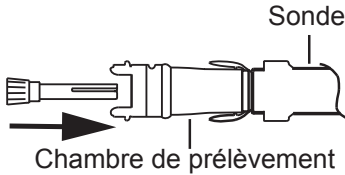

Figure 2 : Insérer le guide d'embout dans la chambre de prélèvement
- En appliquant une technique d'asepsie standard, déballez l'applicateur et vérifiez qu'il n'est pas endommagé. Retirez le cache de l'embout (A).
5. Insérer le guide d'embout (B) dans la chambre de prélèvement. S'assurer que le guide d'embout est inséré à fond. Se référer à la figure 2.